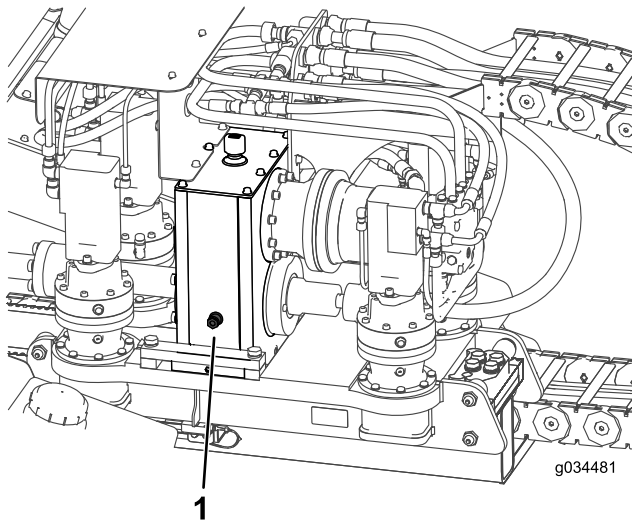

Figura 136
2. Verifique o nível de óleo pelo visor de nível do comando planetário de cada um dos motores de avanço (Figura 136).
3. Remova a tampa do respiro e adicione o óleo no comando planetário até o nível atingir, pelo menos, metade do visor de nível (Figura 136).
2. Verifique o nível de óleo pelo visor de nível na caixa de transmissão (Figura 136).
3. Remova a tampa do respiro e adicione o óleo na caixa de transmissão até o nível cobrir pelo menos metade do visor de nível (Figura 136).
8. Adicione óleo na caixa de transmissão até ultrapassar a metade do visor de nível (Figura 136).